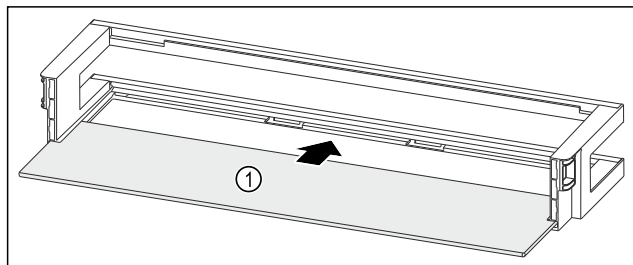

Fig. 97 Balconcino controporta con ripiano
- Inserire il ripiano Fig. 97 (1) negli incavi laterali.